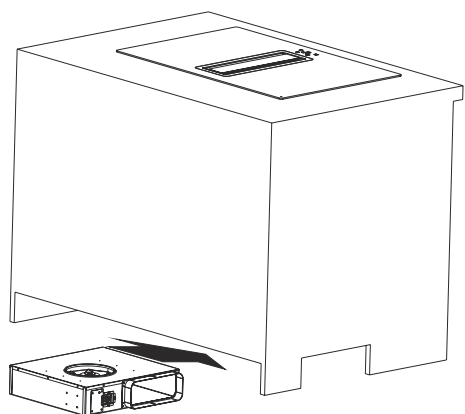

Fig. 18
8. ➤ Motorn kan nu placeras i sockeln/skåpet (Fig. 18).